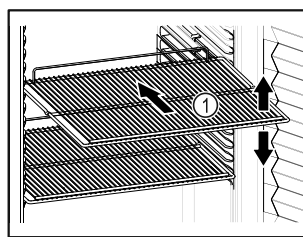

Fig. 20 Példaként szolgáló ábrázolás
- ❑ Ha a tárolófelületek Fig. 20 (1) áthelyezhetők, akkor igazítsa be őket a kívánt magasságnak megfelelően.